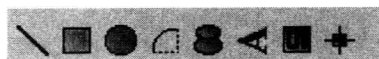

图 1-12 画图工具
5) 用图 1-12 所示画图工具中的  工具在图中添加文字。